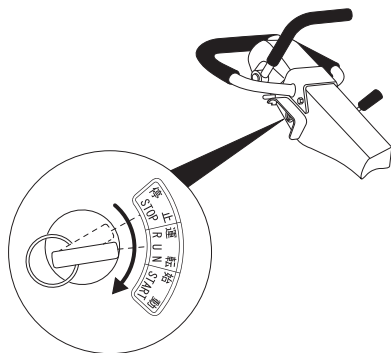

Figure 43. Interrupteur d'allumage (MARCHÉ)
3. Tourner la clé **dans le sens horaire** à la position « **RUN** » (Figure 43). Le signal sonore se mettra à sonner.